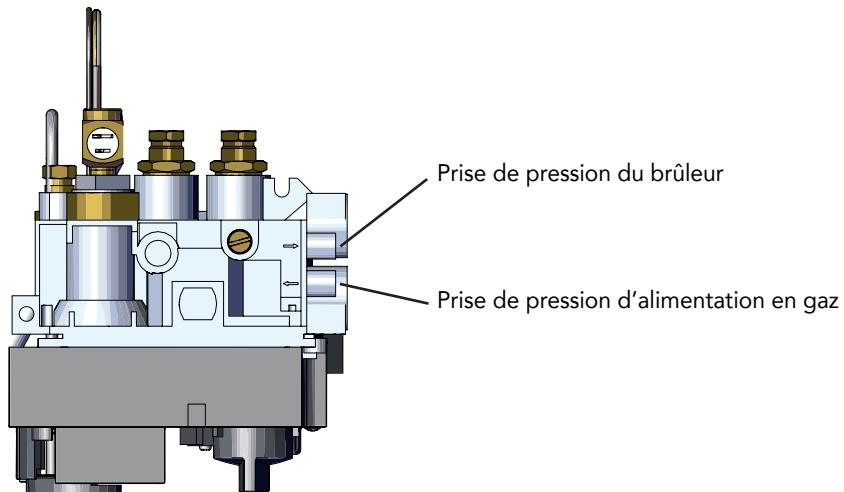

Fig 21
2. Desserrez la vis sur le point de mesure de la pression d'entrée sur la vanne de gaz et raccordez le manomètre (Fig 21 p27).
7. Desserrez la vis sur le point de mesure de la pression du brûleur sur la soupape de gaz et raccordez le manomètre (Fig 21 p27).
Il est essentiel de mesurer la pression d'alimentation en gaz sur le brûleur au niveau de la flèche pointant vers l'intérieur du bloc gaz (Fig 21).